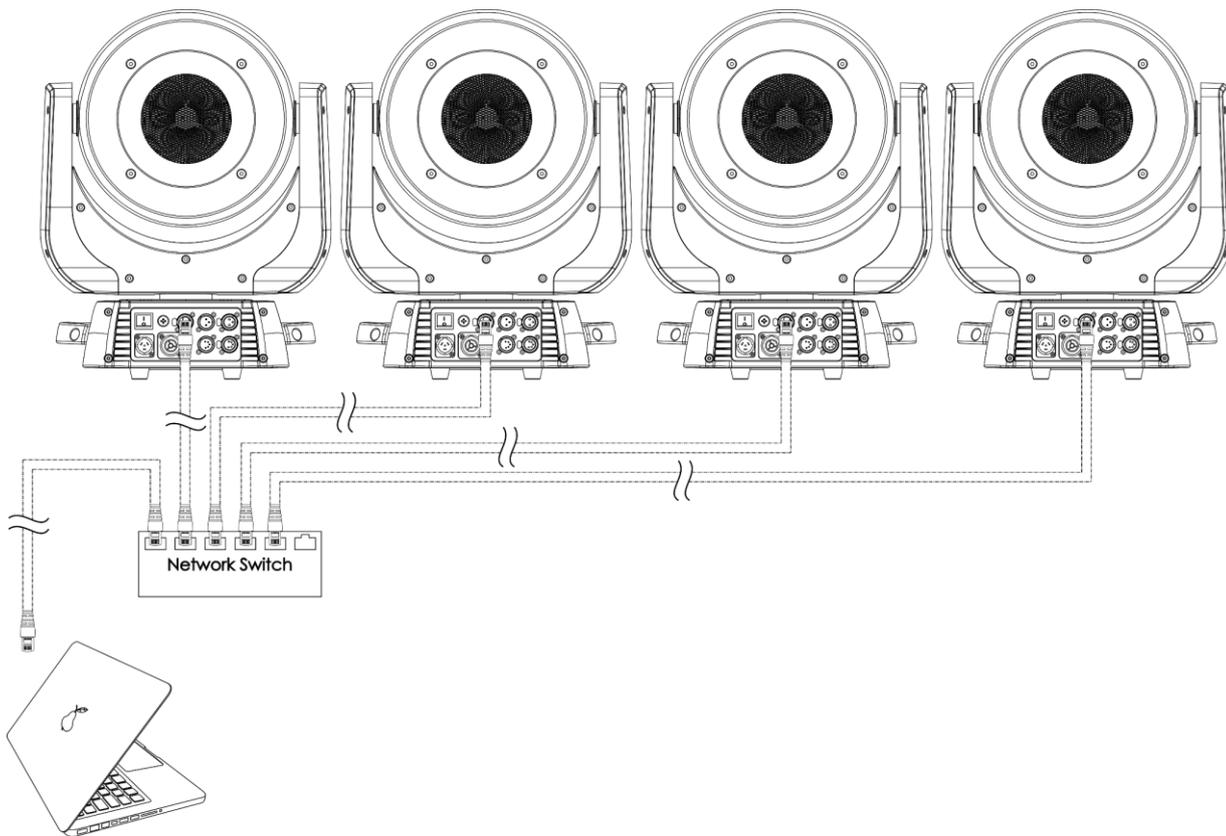

Abb. 06
- 03) Schließen Sie Ihren Artnet Controller wie in Abbildung 06 mit einem CAT-5/CAT-6 Kabel an einen Netzwerk-Switch an.
- 04) Verbinden Sie alle Infinitys, indem Sie Ihre RJ45-Anschlüsse wie in Abbildung 06 über ein CAT-5/CAT-6 Kabel mit dem Netzwerk-Switch verbinden.